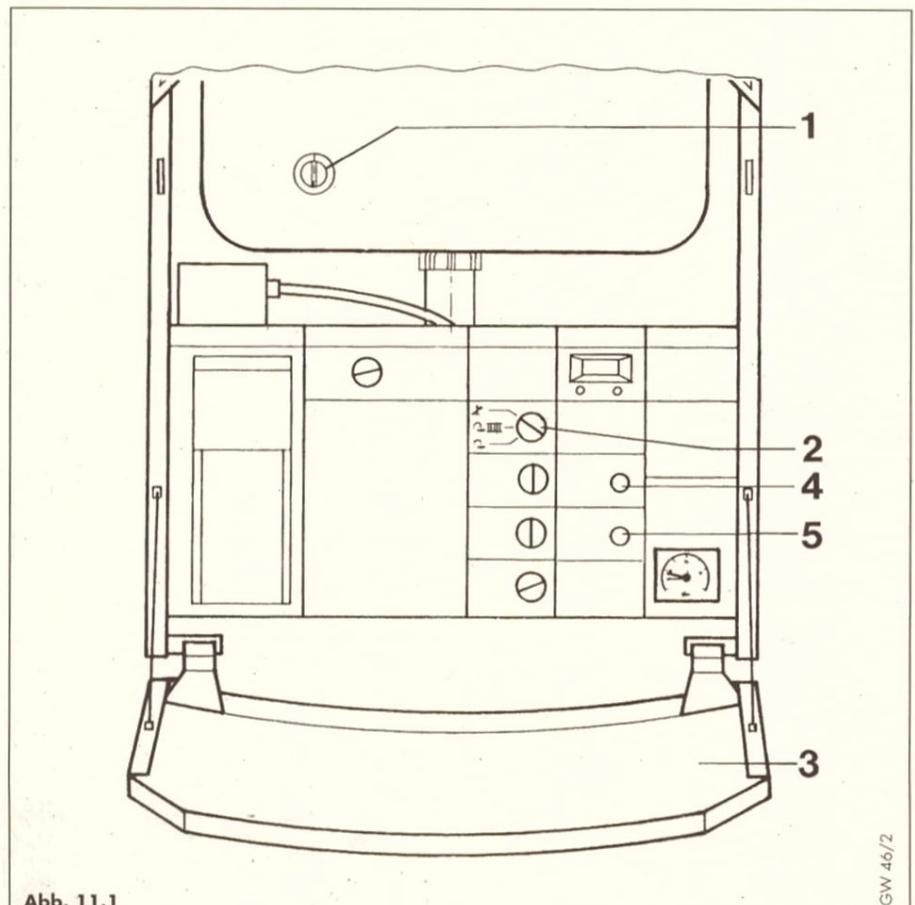

Abb. 11.1
Der Entstörknopf (4) befindet sich auf der Front des Schaltkastens unterhalb des Displays (Abb. 11.1).
Legende zu Abb. 11.1: